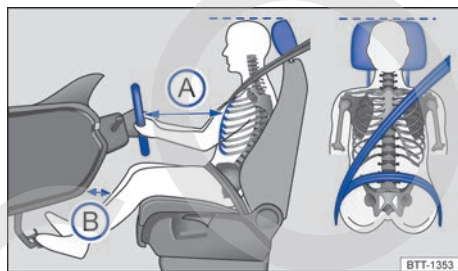

Fig. 27 Distancia correcta entre el conductor y el volante, colocación correcta de la banda del cinturón y ajuste correcto del apoyacabezas.
- Ajuste el apoyacabezas de modo que el borde superior del mismo quede a la altura de la parte superior de la cabeza, pero nunca por debajo de los ojos. Mantenga siempre la parte trasera de la cabeza lo más cerca posible del apoyacabezas → fig. 27.